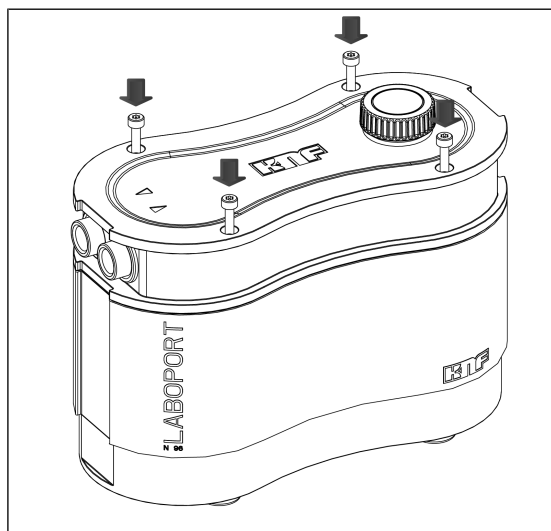

Fig.13: Avvitare le viti della carcassa
3. Serrare le quattro viti della carcassa (1) in sequenza incrociata (coppia di serraggio: 190 – 200 Ncm) (vedere Fig. 13).